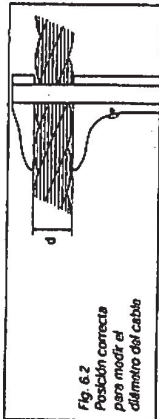

Fig. 6.2
- e) reducción del diámetro del cable. Valor mínimo = 8,5 mm. Medir como se indica en Fig. 6.2.